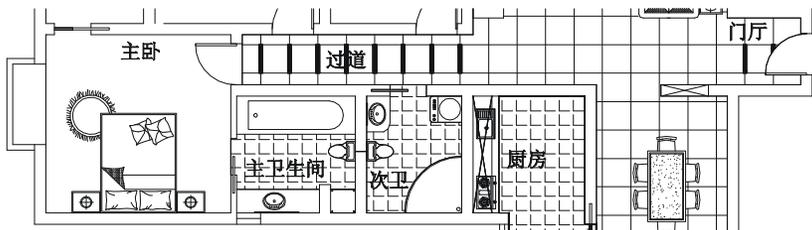

图 6-1-63
- STEP 03 参照前面沙发的调入，使用移动命令 MOVE 将旋转后的床插入到主卧室中，如图 6-1-63 所示。